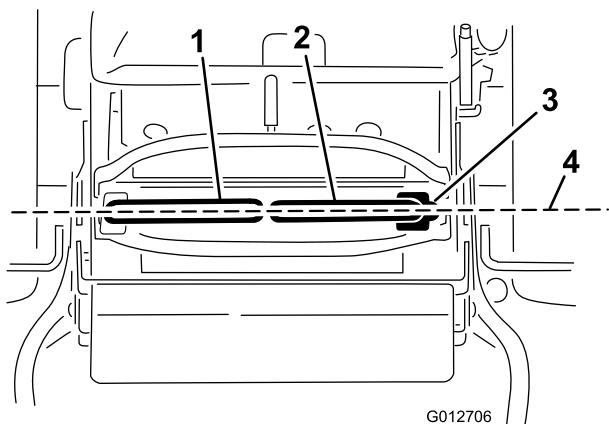

Figura 66
Importante: Controllate che l'allineamento sia giusto dopo aver regolato le leve di controllo del movimento (**Figura 66**).
1. Una volta completato l'allineamento orizzontale, verificate l'allineamento longitudinale spingendo leggermente le leve di controllo del movimento in avanti per correggere l'eventuale gioco a livello della tiranteria delle leve di controllo (**Figura 66**).